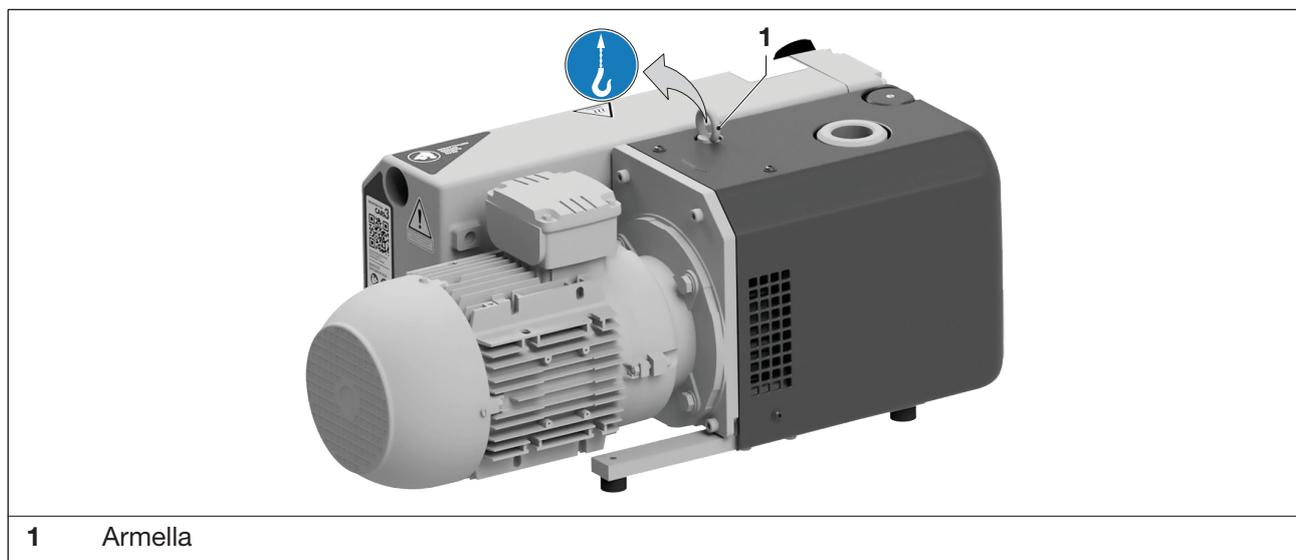

Fig. 1 Dispositivos para la elevación y el transporte
- b) Apretar bien la armella (Fig. 1/1).